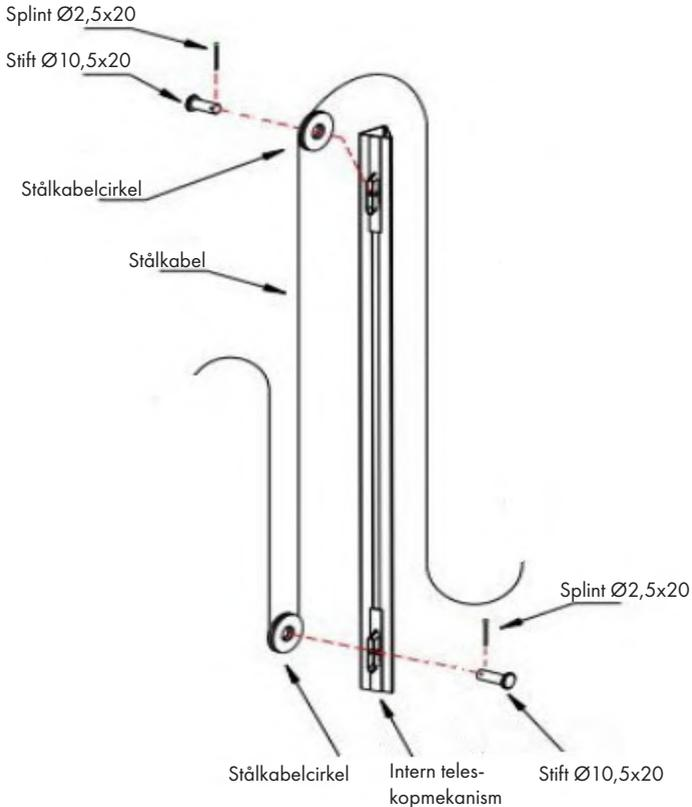

Bild 16
- Fortsätt att föra in kabeln i den interna teleskopmekanismen (som togs bort i ett tidigare steg). För in kabeln i dessa mekanismer och för in stålkabelcirkeln på ett sätt så att kabeln passerar genom dess radie. Anslut slutligen med stift $\text{Ø}10,5 \times 20$ och sprint $\text{Ø}2,5 \times 20$ enligt fig. 16.